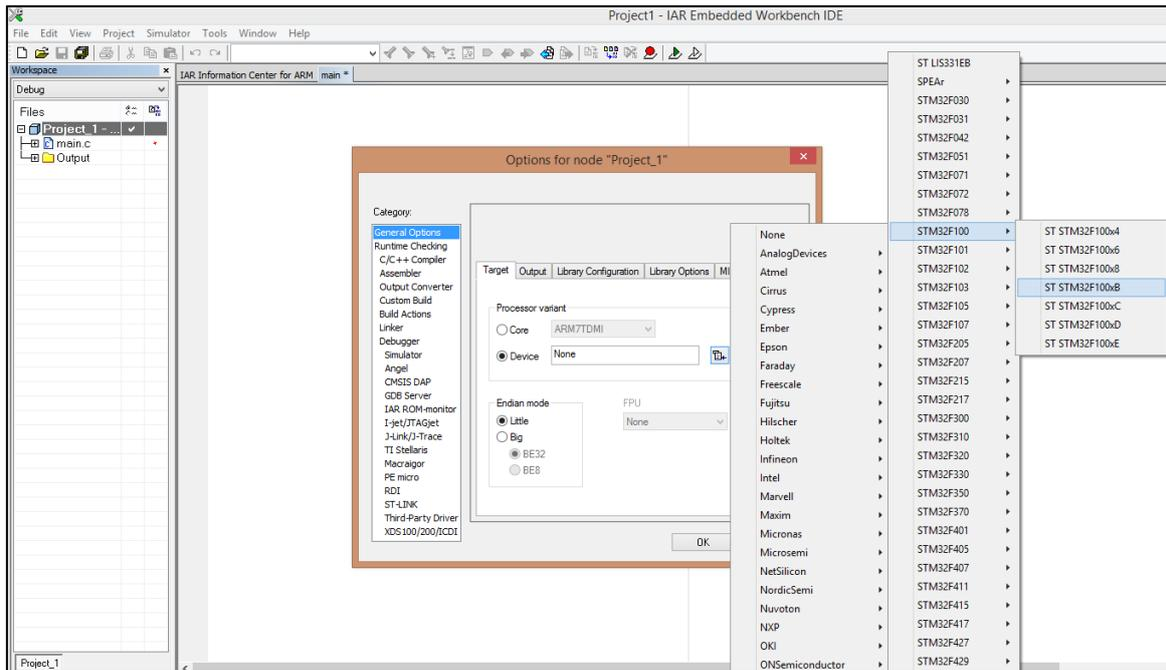

Рис. 3.7. Окно выбора микроконтроллера
6. На странице *General Options* во вкладке *Target* выбирается модель контроллера: *Device*—>*ST*—>*STM32F100*—> *STM32F100xB* (рис. 3.7).